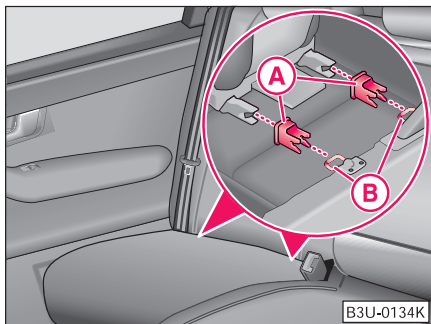

Fig. 113 Punctele de ancorare (Sistemul ISOFIX)
- Introduceți elementele de prindere (A) în punctele de ancorare (B) dintre spătar și perna de șezut ⇒ Fig. 113.